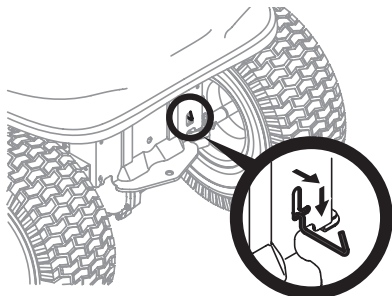

Figura 2
2. Acople la varilla de derivación de la transmisión para mover el tractor manualmente sin ponerlo en marcha. La varilla de derivación de la transmisión está ubicada en la parte trasera del tractor, sobre el bastidor. Acople la varilla de derivación tirando hacia afuera y abajo. Consulte la Figura 2.